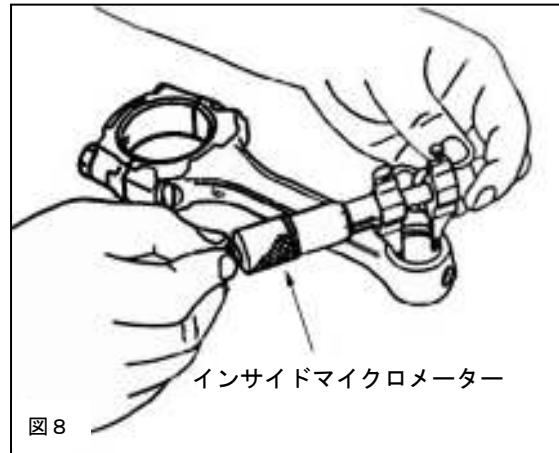

図8
6. 1 コンロッド小端部内径を、インサイドマイクロメーターを用いて測定します。(図8)